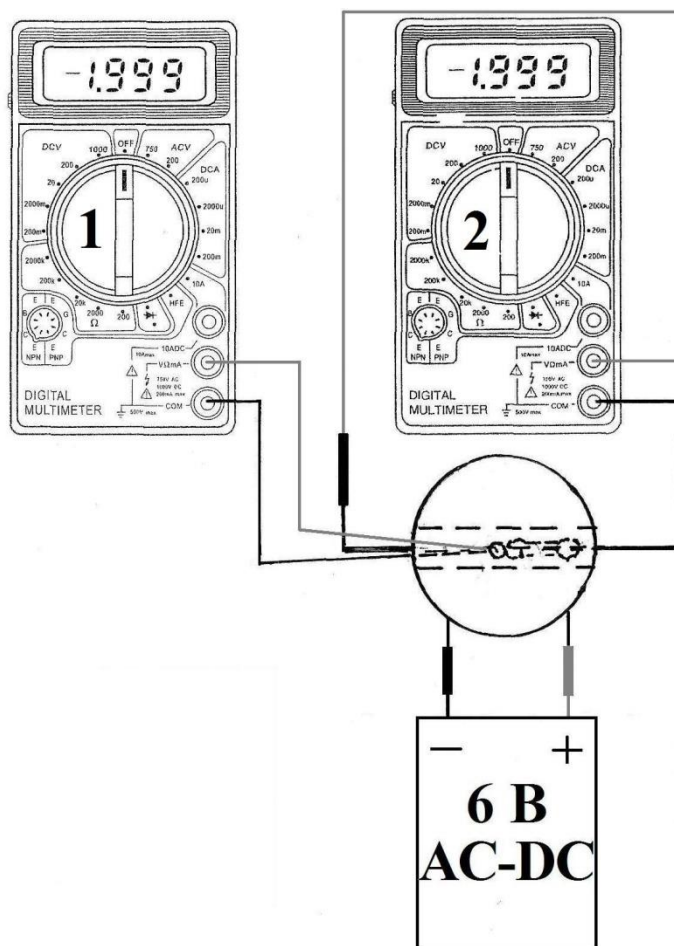

Рисунок 7.5
1. Зібрати робочу схему згідно з монтажною, рис. 7.5.